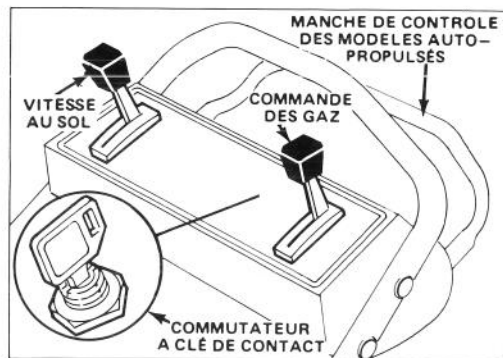

Figure 10
1. COMMANDES — Le commutateur à clé de contact (modèle à démarrage par clé de contact), la commande des gaz, le contrôle de vitesse au sol et la barre de commande d'auto-propulsion se trouvent sur le mancheron supérieur (Fig. 10). Le démarreur manuel se trouve sur le dessus du moteur.
placez le contrôle de vitesse au sol en position "N" (Fig. 10).
4. DEMARRAGE KEY-LECTRIC — Placez la commande des gaz (Fig. 10) en position ETRANGLEUR (CHOKE). Tournez la clé (Fig. 10) à START (DEMARRAGE) et relâchez lorsque le moteur commence à tourner. Réglez la commande des gaz selon le besoin.